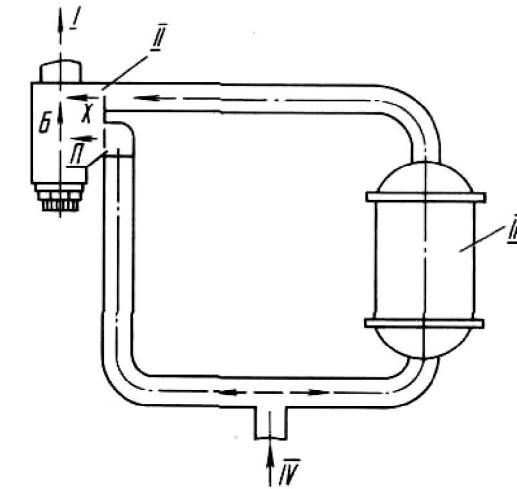
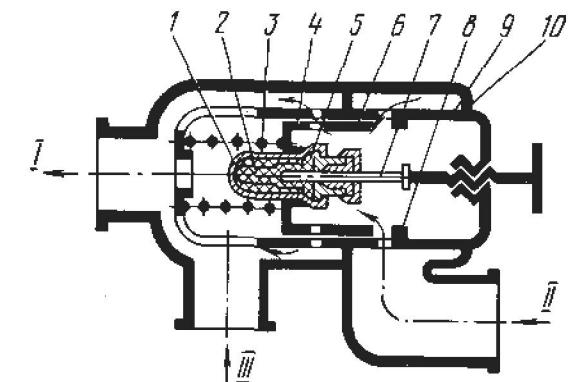

Рис. 2. Схема включения терморегулятора:
Рис. 3. Схема работы терморегулятора:
Автоматическое поддержание заданной температуры масла производится по принципу перепуска, т.е. часть масла, выходящего из дизеля, направляется мимо холодильника на вход в дизель, перемешиваясь с охлажденным маслом (рис. 2). Распределение потоков, идущих на перепуск и холодильник, осуществляется с помощью клапана 6 (рис. 3), установленного в корпусе 10 терморегулятора. При повышении температуры масла выше заданного значения объем заполнителя 5 термодатчика увеличивается и, сжимая чувствительный элемент 2, выталкивает шток 7, за счет чего перемещается корпус 1 термодатчика и клапан 6. Клапан, перемещаясь, перекрывает входные окна в корпусе 9, увеличивая сопротивление перепускной линии. В результате этого количество масла, проходящего через перепускной патрубок и патрубок холодильника, изменяется таким образом, что обеспечивает поддержание заданного температурного режима.
5.4. Схема включения терморегулятора приведена на рис. 2.
Терморегулятор устанавливается так, чтобы маркировка патрубков совпадала с направлением потока масла, указанным на рис. 2.